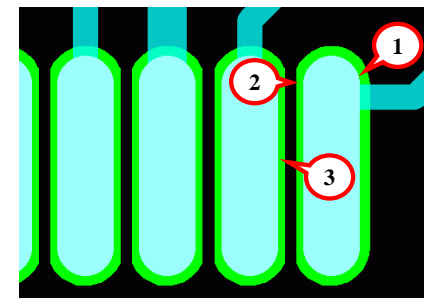

рис. 8-144
Площадки под микросхемой тоже подверглись обработке. Сравните правую (1) и левую (2) сторону pad-а, показанного на рис. 8-144. Чтобы сохранить указанное расстояние между масками (Mask Opening), программа подрезала их (Shaving Opening) (2, 3).